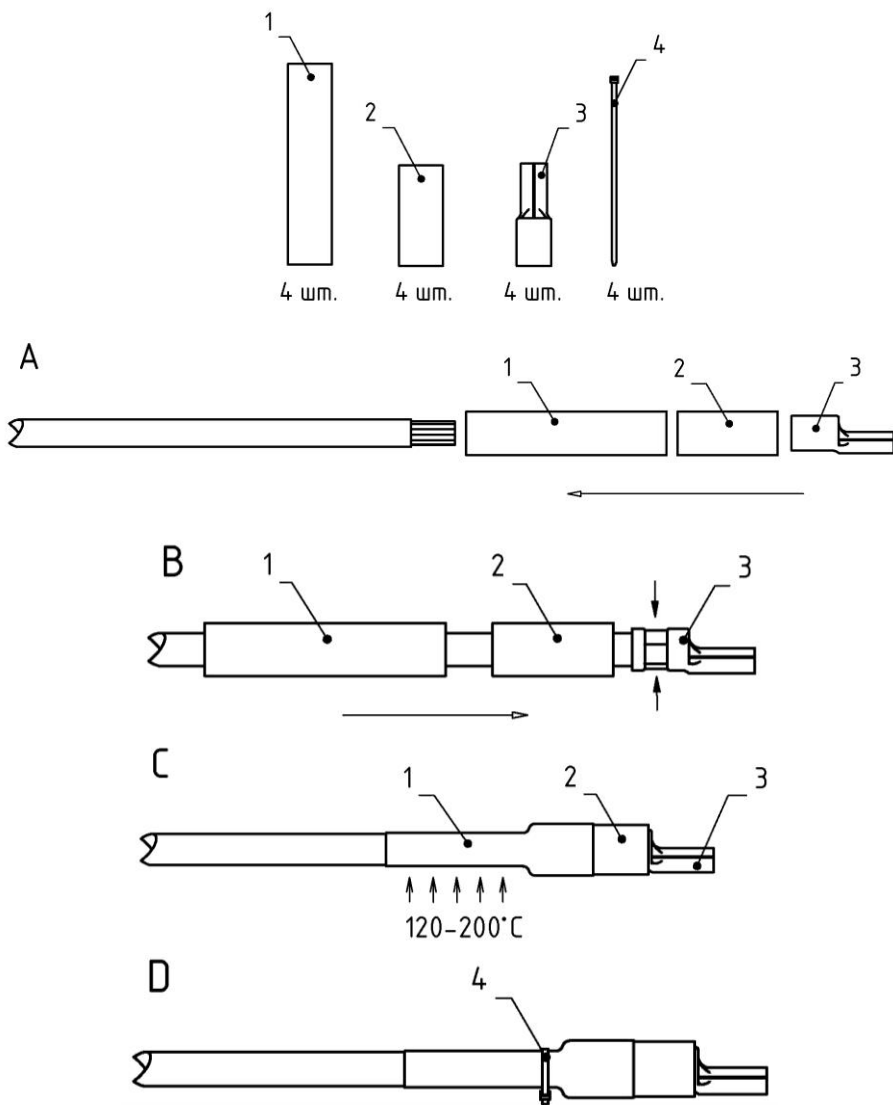

рис.4
- 6.7. Перед подключением вводного кабеля, необходимо произвести опрессовку и изоляцию наконечников проводов кабеля, согласно указанному на рис. 4 порядку:
- 6.8. А - перед опрессовкой наконечников на провод надеть термоусадочную трубку (1) и изолятор наконечника (2) (см. рис. 4);
- 6.9. В - опрессовать наконечник (3), надеть на него изолятор (2), а затем на изолятор надеть термоусадочную трубку, как показано на рис. 4 (при необходимости, для облегчения надевания изолятора (2) на наконечник (3), прогреть изолятор строительным феном до 100-150 °С);